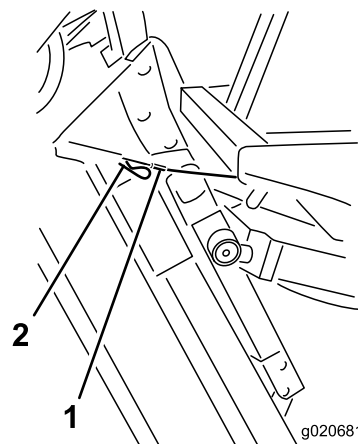

Figura 119
6. Sujetando la unidad de corte en posición vertical, coloque el extremo del cable sobre el pasador del brazo de elevación de la unidad de corte y fíjelo con el pasador de horquilla (Figura 119).